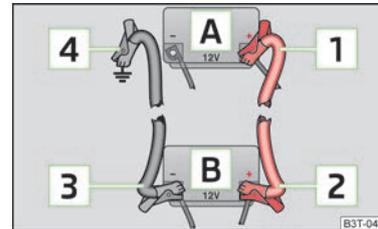

Abb. 178
- Ein Ende **[1]** » Abb. 178 am Pluspol der entladenen Batterie **[A]** befestigen.
- Ein Ende **[3]** » Abb. 178 am Minuspol der stromgebenden Batterie **[B]** befestigen.